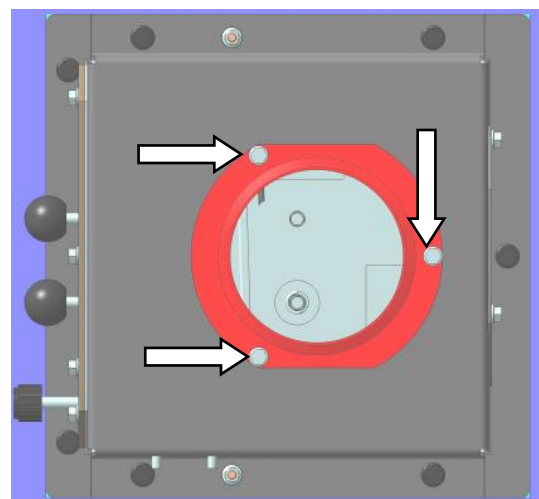

Fig. 7 : raccords du manchon d'air de combustion
1. Dévisser les trois vis du manchon d'air de combustion (Fig. 7) et retirer le manchon.